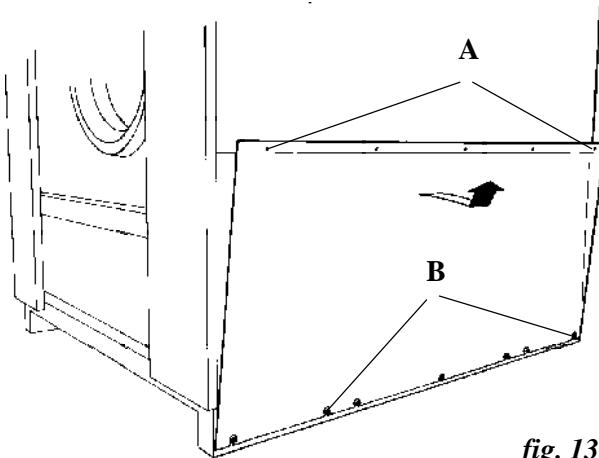

fig. 13
- Remove the screws securing the side guards at the top, loosen the screws holding the lower guard and remove them from the machine (*fig. 13/A,B*).
- Desmontar los tornillos de fijación de la parte superior de las tapas laterales, aflojar los tornillos de fijación de la parte inferior y separarlas de la máquina (*fig. 13/A,B*).
- Démonter les vis de fixation en haut des carters latéraux, desserrer les vis de fixation en bas et les séparer de la machine (*fig. 13/A,B*).